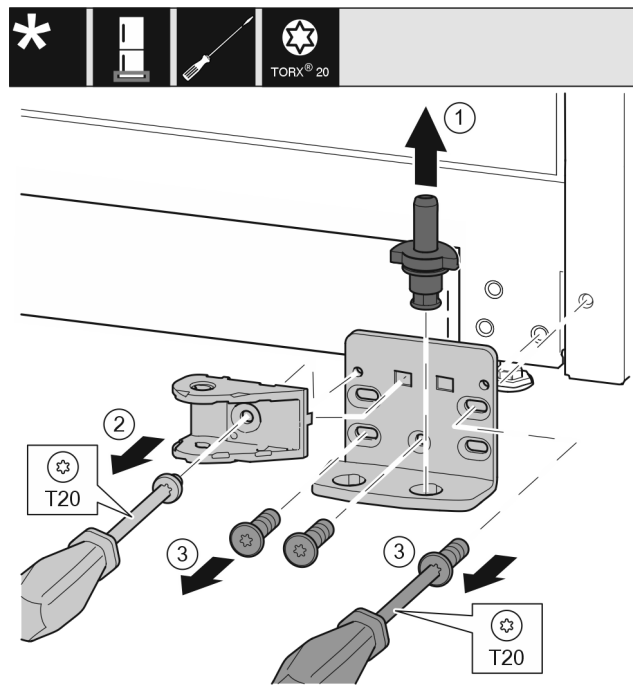

Fig. 23
- ▶ Τραβήξτε έξω ολόκληρο τον πείρο προς τα επάνω. Fig. 23 (1)
- ▶ Ξεβιδώστε τη βίδα με κατσαβίδι T20 και αφαιρέστε τη σύνδεση της σούστας. Fig. 23 (2)
- ▶ Ξεβιδώστε τις βίδες με κατσαβίδι T20 και αφαιρέστε το στήριγμα. Fig. 23 (3)